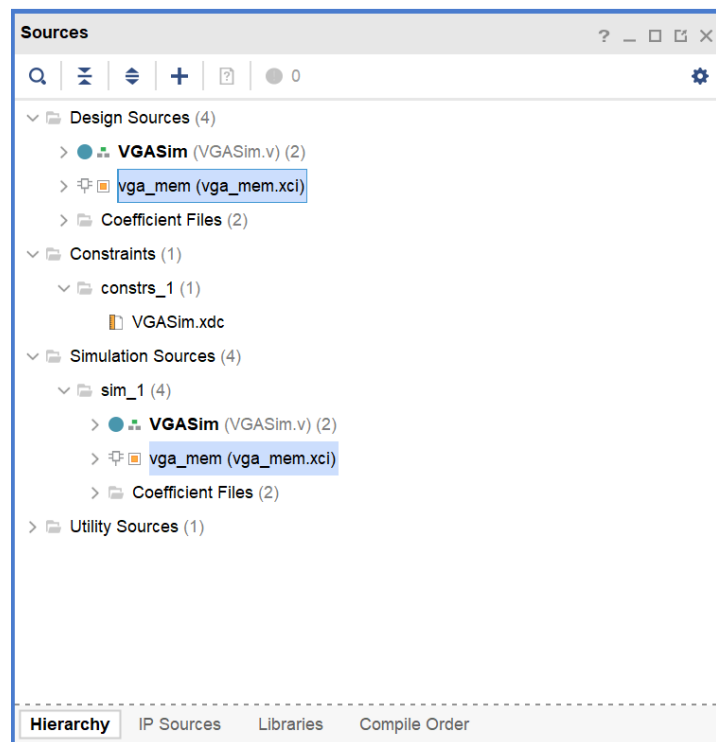

图 6.11 项目源文件中增加了 IP 核的接口文件
6、创建 IP 核引用文件后，在项目源文件中增加一项 IP 核文件 vga_mem，如图 6.11 所示。